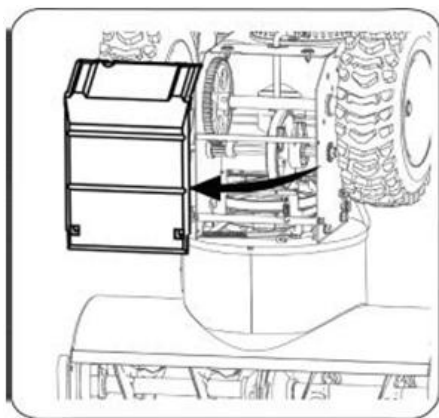

Рисунок 30
2. Аккуратно подайте снегоуборщик вверх и вперед, установив его с опорой на кожух. Открутите 4 самонарезающих винта, фиксирующих крышку рамы в нижней части снегоуборщика, и снимите крышку (рис.30).